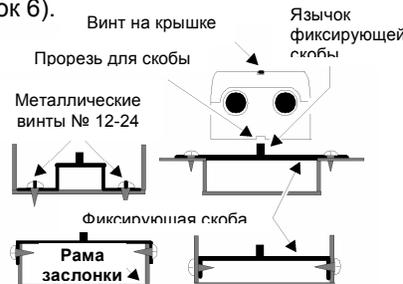

Рисунок 6: Положения фиксирующей скобы
2. Согните или обрежьте фиксирующую скобу так, чтобы она соответствовала размерам рамы заслонки или воздуховода (см. рисунок 6).